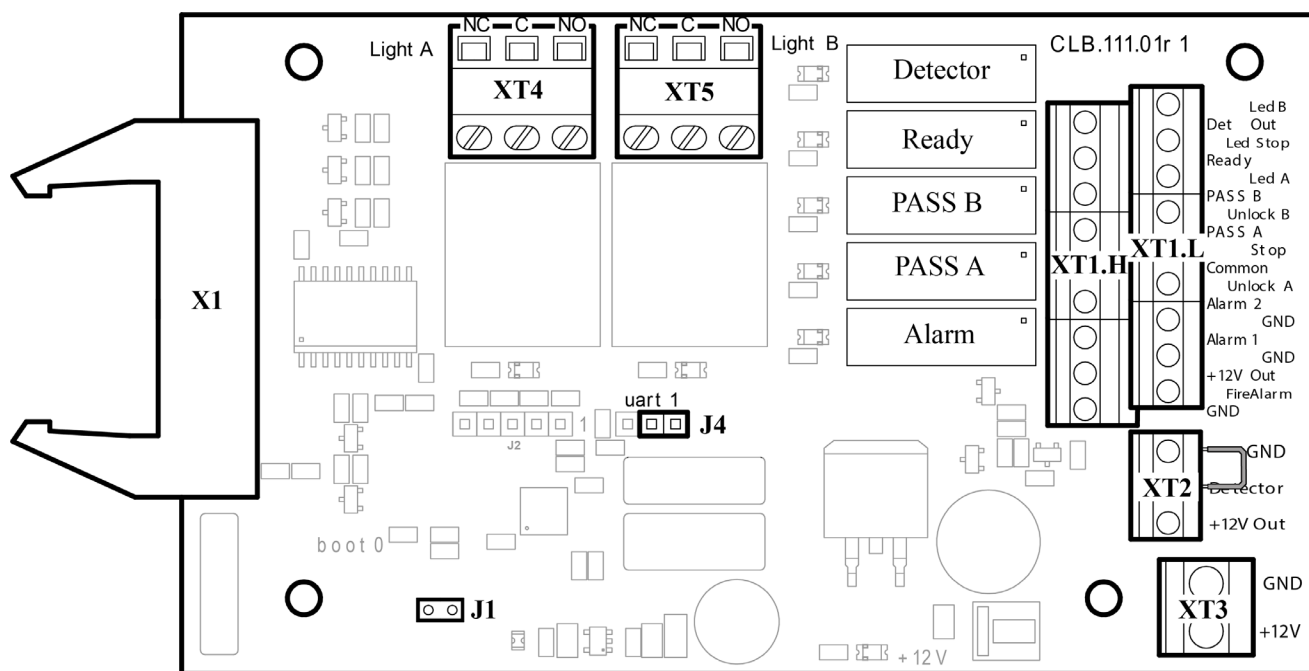

Рисунок 4. Внешний вид платы CLB
Внутри стойки под левой внешней стенкой (2) установлена плата управления турникетом CLB. К ней подключаются: ПДУ, выходы контроллера СКУД, устройство РУ, ДКЗП, устройство аварийной разблокировки турникета *Fire Alarm* (далее – *устройство Fire Alarm*). Подключение внешних устройств производится в соответствии со схемой электрических соединений турникета (см. рис. 4 и 13).
На плате CLB (см. рис. 4) расположены:
Выбор режима управления осуществляется снятием / установкой перемычки на разъём **J1** платы управления. Расположение разъёма **J1** показано на рис. 4 При поставке перемычка установлена, что соответствует импульсному режиму управления турникетом. Для перехода в потенциальный режим управления снимите перемычку. Изменение режима управления произойдет после включения турникета.
ПДУ подключается гибким многожильным кабелем к контактам *Unlock A*, *Stop*, *Unlock B*, *Led A*, *Led Stop*, *Led B* и *GND* клеммной колодки **XT1.L** платы управления (см. рис. 4 и 13).
Подключение устройства *Fire Alarm* производится к клеммной колодке **XT1.L** платы управления согласно схеме электрических соединений (см. рис. 4 и 13). Если вход *Fire Alarm* не используется, то необходимо установить перемычку между контактами *Fire Alarm* и *GND*. При поставке данная перемычка установлена.
Факт подачи напряжения на обмотку реле можно определить по загоранию соответствующего красного светодиода, установленного на плате управления вблизи соответствующего реле (см. рис. 4).